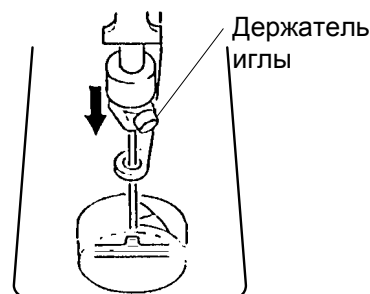

Рис. 2
3. Опустите иглодержатель путем нажатия вниз (рис. 2)